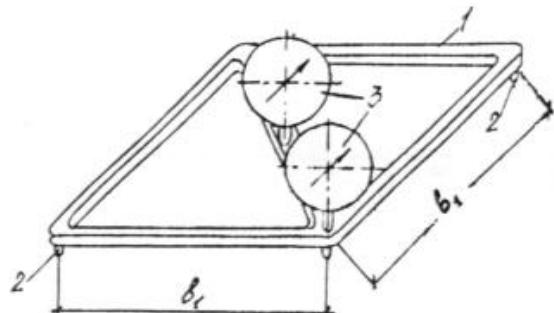

Рис.1
4.1. Прибор выполнен в виде стальной рамки 1 (рис. 1) с тремя шариковыми опорами 2 и двух индикаторов ИЧ-2 3. база прибора равна 80мм.